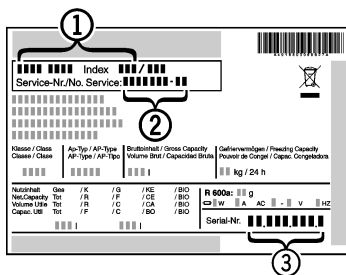

Fig. 19
- ▶ Aflæsesapparatets betegnelse Fig. 19 (1), service-nr. Fig. 19 (2) og serie-nr. Fig. 19 (3) fra typeskiltet. Typeskiltet er anbragt på apparatets venstre inderside.
- ▶ Underret vores kundeservice og meddel fejlen, apparatets betegnelse Fig. 19 (1), service-nr. Fig. 19 (2) og serie-nr. Fig. 19 (3).